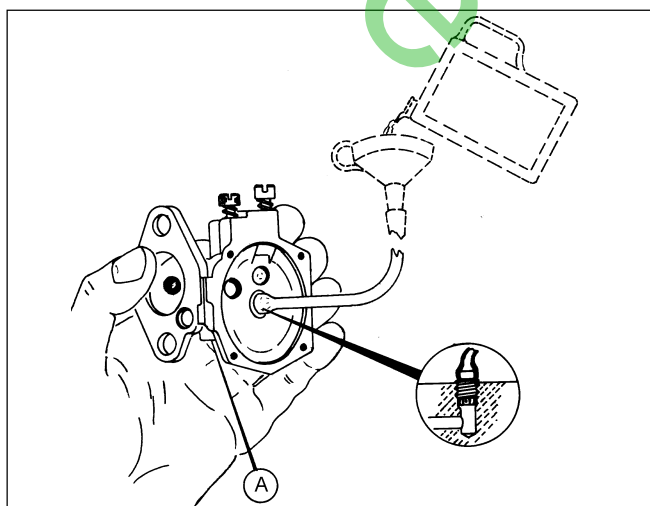

Fig. 11
- Remonter la nouvelle soupape, la positionner dans son logement à l'aide d'un poinçon. Maintenant contrôler le fonctionnement de la soupape. Remonter le logement soupape à pointeau (voir Fig. 11). Envoyer de l'essence à travers un conduit en plastique et contrôler que l'essence ne fuit pas de la soupape (**A** sur Fig. 11) mais qu'elle passe rapidement à travers la soupape quand le disque interne est hors de son logement.